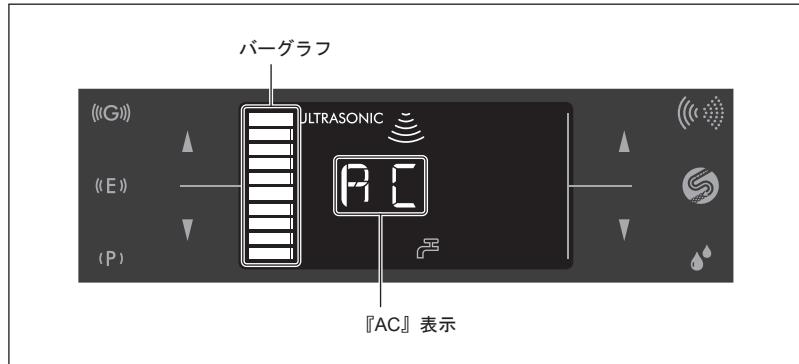

図37
- オートクリーニングキーを約3秒間長押しして、オートクリーニングを始めます。クリーニング時間は約45秒です。クリーニング中は、液晶パネルに『AC』と表示され、バーグラフで残時間の目安を確認できます（図37）。